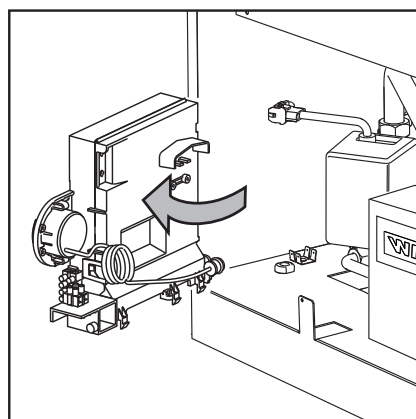

fig. 22
2. Svitare la vite e ruotare il pannello comandi (vedi fig. 22).